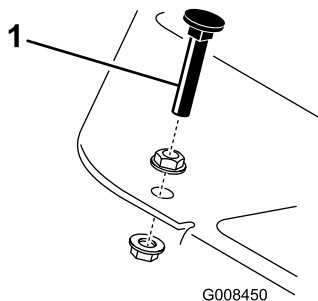

Рисунок 43
Нажмите на педаль тяги. Если педаль тяги касается упора (Рисунок 43) до того, как на тросике будет ощущаться натяжение, то требуется выполнить следующую регулировку:
1. Отпустите фланцевые гайки с буртиком, которые крепят упор педали к плите пола (Рисунок 43).